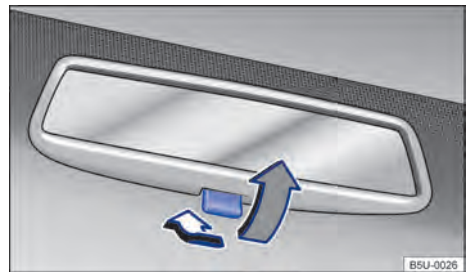

Fig. 75 No para-brisa: espelho retrovisor interno com antiofuscante manual.
- Posição noite: puxar a alavanca → Fig. 75 (seta cinza), para evitar o ofuscamento dos faróis dos veículos que trafegam atrás.